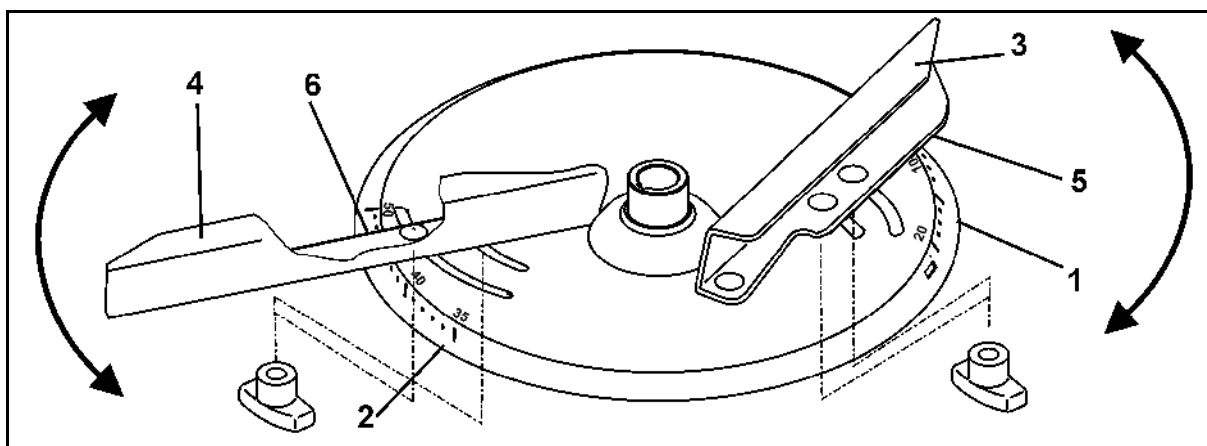

図 42
散布偏向板の設定をツールを用いずに正確に行うために、各散布ディスクには 2 種類の区別のはっきりした目盛り (図 42/1 と 図 42/2) が配置されています。
- 短い散布偏向板 (図 42/3) には、値 5 ~ 28 の目盛り (図 42/1) が、長い散布偏向板 (図 42/4) には、値 35 ~ 55 の目盛り (図 42/2) が割り当てられています。
- 短い散布偏向板 (図 42/3) 用に設定値を読み取りエッジ (図 42/5) で読み取ります。
- 長い散布偏向板 (図 42/4) 用に設定値を読み取りエッジ (図 42/6) で読み取ります。
- 散布偏向板を目盛り (図 42/1 または 図 42/2) のより大きな数値に旋回させると、作業幅が拡大します。